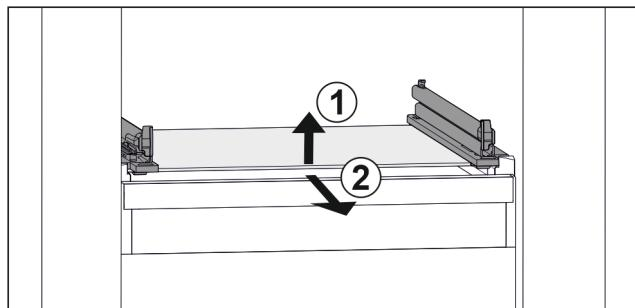

Fig. 100 Primjerni prikaz staklene ploče
- Staklenu ploču podignite sprjeđa. Fig. 100 (1)
- Izvadite staklenu ploču prema naprijed. Fig. 100 (2)